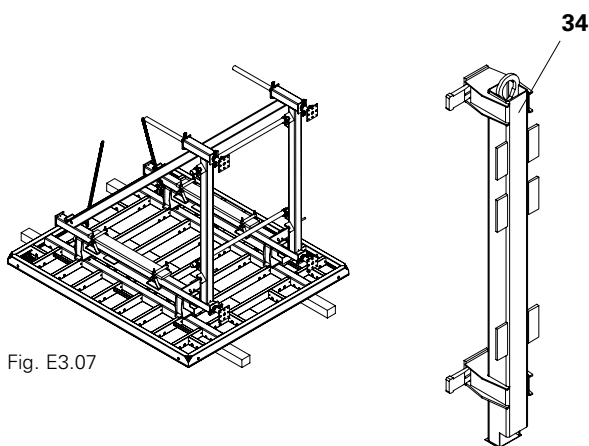

Fig. E3.07
6. Rimuovere il montante SB-1, 2 (34) sull'elemento di cassaforma: allentare il cuneo e il perno SB e rimuovere la boccia SB. (Fig. E3.07 + E3.08)